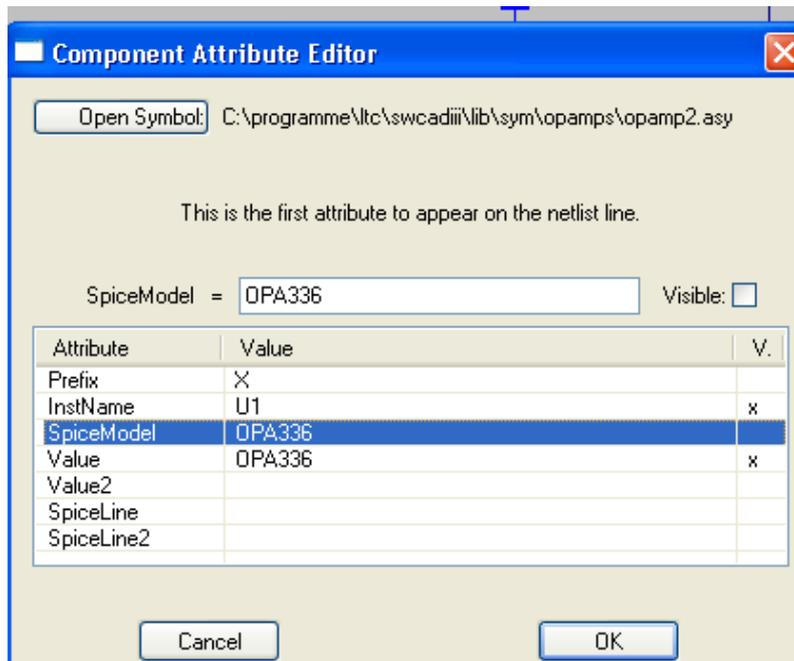

Abbildung 10: Menue zum Ändern von OP-Parametern nach Anklicken von Attribute „SpiceModel“
2. in der Spalte „Attribute“ klicken wir auf „*SpiceModel*“, es öffnet sich das Fenster aus Abbildung 10